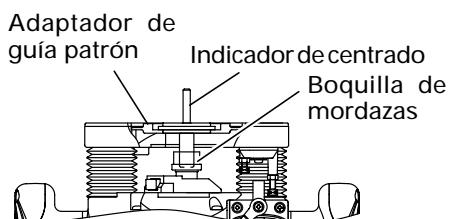

Fig. 10
- ② Inserte el calibrador de centrado a través del orificio del adaptador de la guía de la plantilla y en el mandril portabroca. (Fig. 10)
- ③ Apriete el mandril portabroca con la mano.
- ④ Apriete los tornillos del adaptador de guía de la plantilla, y extraiga el calibrador de centrado.
- (2) Guía de plantilla